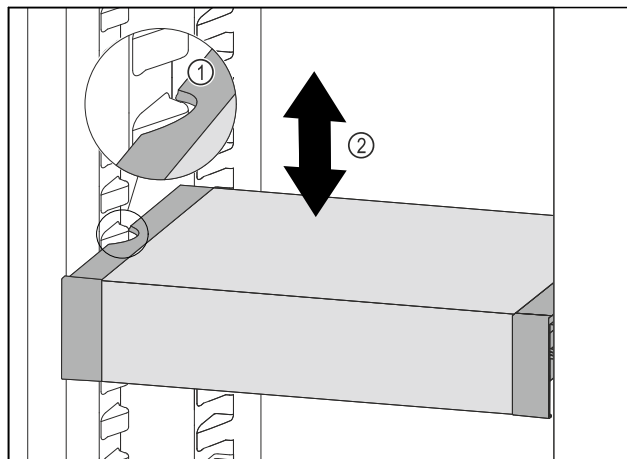

Fig. 97
- ▶ Træk VarioSafe fremefter, indtil udsparingerne i siden på VarioSafe er på niveau med beholderribben i kølesektionen. Fig. 97 (1)
- ▶ Flyt VarioSafe op eller ned i kølesektionen, indtil den ønskede højde er nået. Fig. 97 (2)